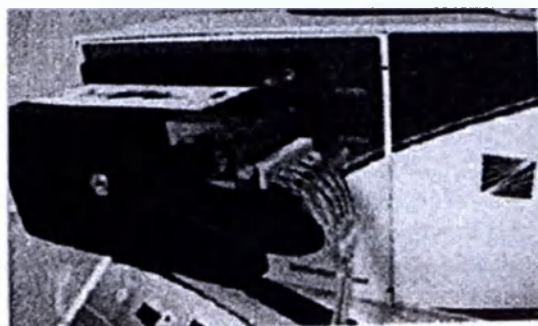

Рис. 10 Комплект трубок и трек головки установлены в помпу IntelliFlow
9. Трек головки с установленным комплектом трубок поместите на напор помпы IntelliFlow (рис. 10).